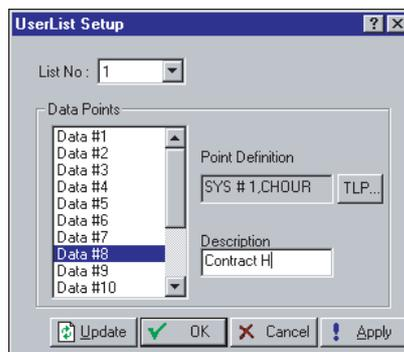

Figura 3-14. LCD User List
2. Utilize a caixa de lista suspensa para selecionar o Número da Lista de Usuários de LCD (**List No**) que você deseja configurar. Consulte a Figura 3-14.